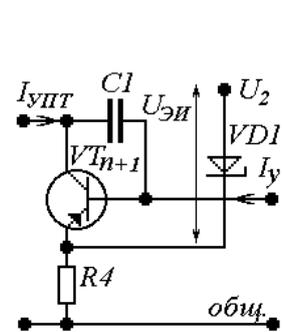

Рис.13. Вариант 1
$$U_{K_{n+1}} = (1 + \delta_1) U_{2ном} - \sum_{l=1}^n U_{БЭ_l}, \text{ для рис. 13, 14.} \quad (30)$$
$$U_{ЭИ} = 0.5U_{2ном}, \text{ для рис. 13, 14.} \quad (35)$$
$$R_4 \leq \frac{U_{2ном} - U_{ЭИ}}{I_{cm1 \min} + I_{УПТ \max}}, \text{ для рис. 13, 14.} \quad (37)$$